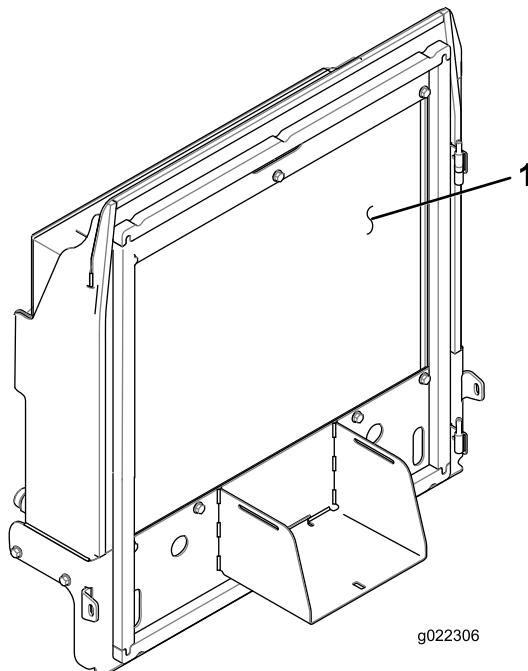

Figura 86
4. Limpie a fondo ambos lados del radiador y del enfriador de aceite (Figura 86) con aire comprimido.